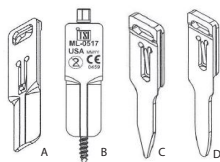

Figure 15
- Des cales peuvent être utilisées pour aider à minimiser le glissement des tissus musculaires ou pour ancrer l'écarteur (Figure 15) :
- Ancrage : Cale B, C ou D de la Figure 15
- Extension de lame : Cale A de la Figure 15 (utiliser avec ou sans broche de Kirschner)